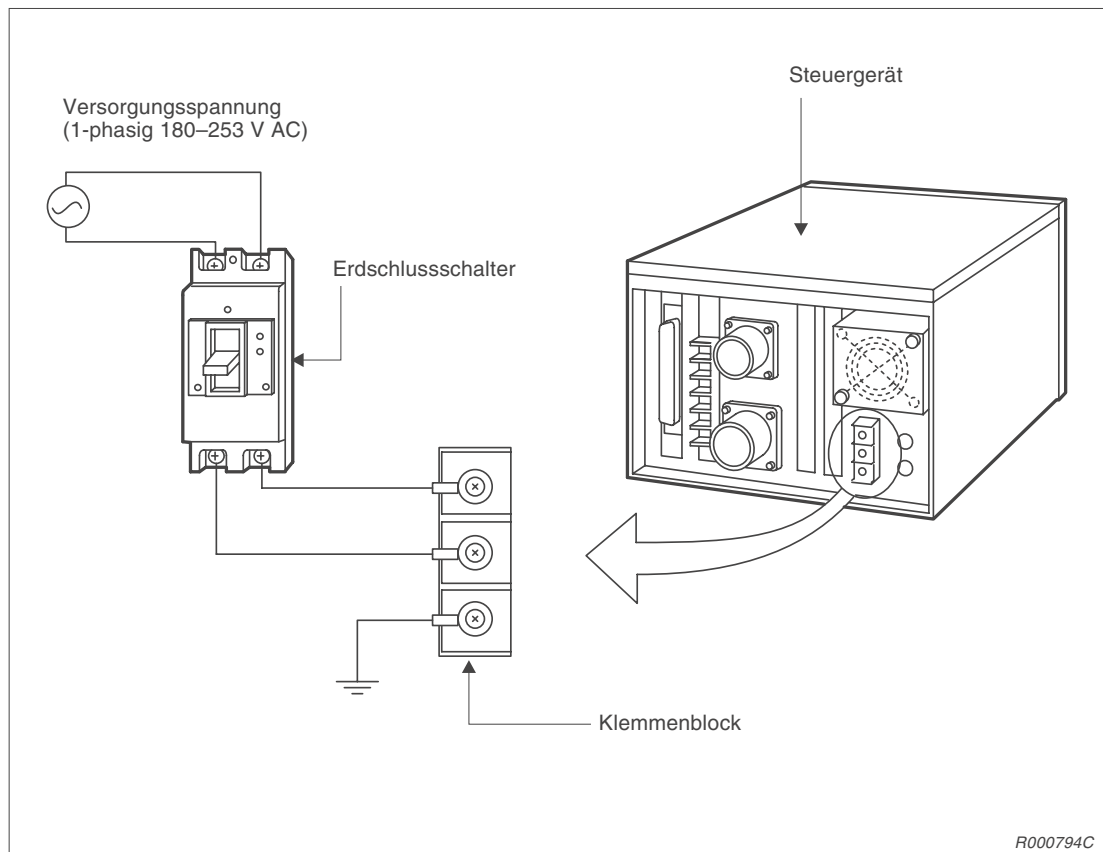

Abb. 2-10: Anschluss der Netzzuleitung und Erdung am Steuergerät
- ① Vergewissern Sie sich, dass die Netzspannung und der Leistungsschalter des Steuergerätes ausgeschaltet sind.
- ② Bereiten Sie die Netzzuleitung und das Erdungskabel vor. Verwenden Sie Kabel mit einem Mindestquerschnitt von 2 mm².
- ③ Lösen Sie die zwei Schrauben der Abdeckung des Klemmenblocks und entfernen die Abdeckung.
- ④ Schließen Sie das Spannungsversorgungskabel entsprechend der Abb. 2-10 an die Klemmen des Klemmenblocks an.